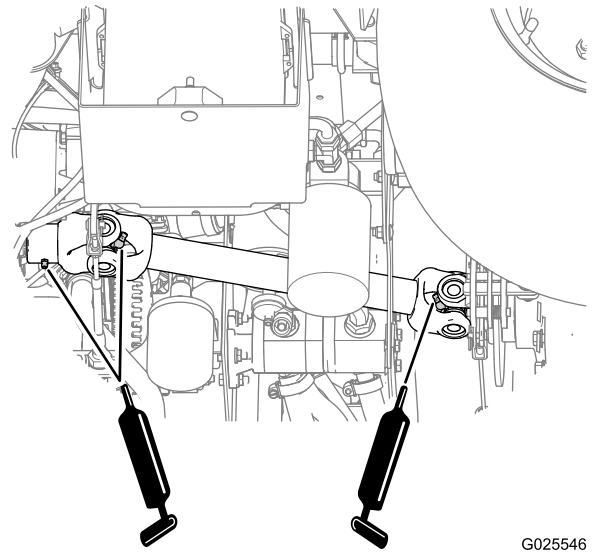

Figura 51
- **Articulaciones de cardán del árbol de transmisión (2)**; consulte Figura 51
- **Horquilla deslizante (1)**; consulte Figura 51